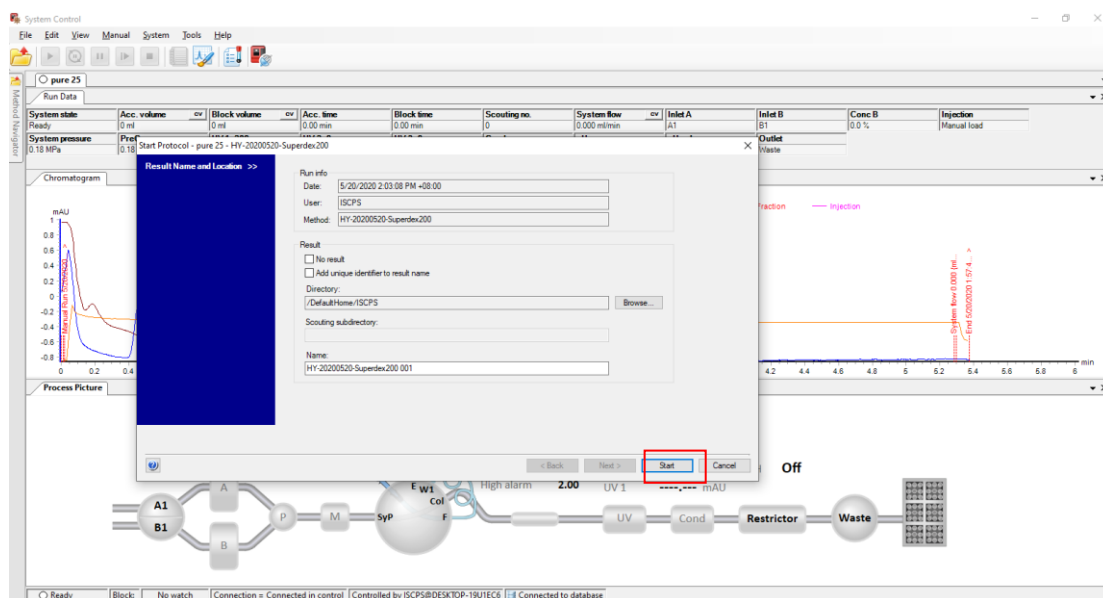

图 8.1 运行程序
6.8.1 如图8.1所示, 确认上样到loop环以后, 切换到System Control界面, 选择6.6中编辑好的方法, 在菜单栏点击Run按钮→点击start, 开始运行。